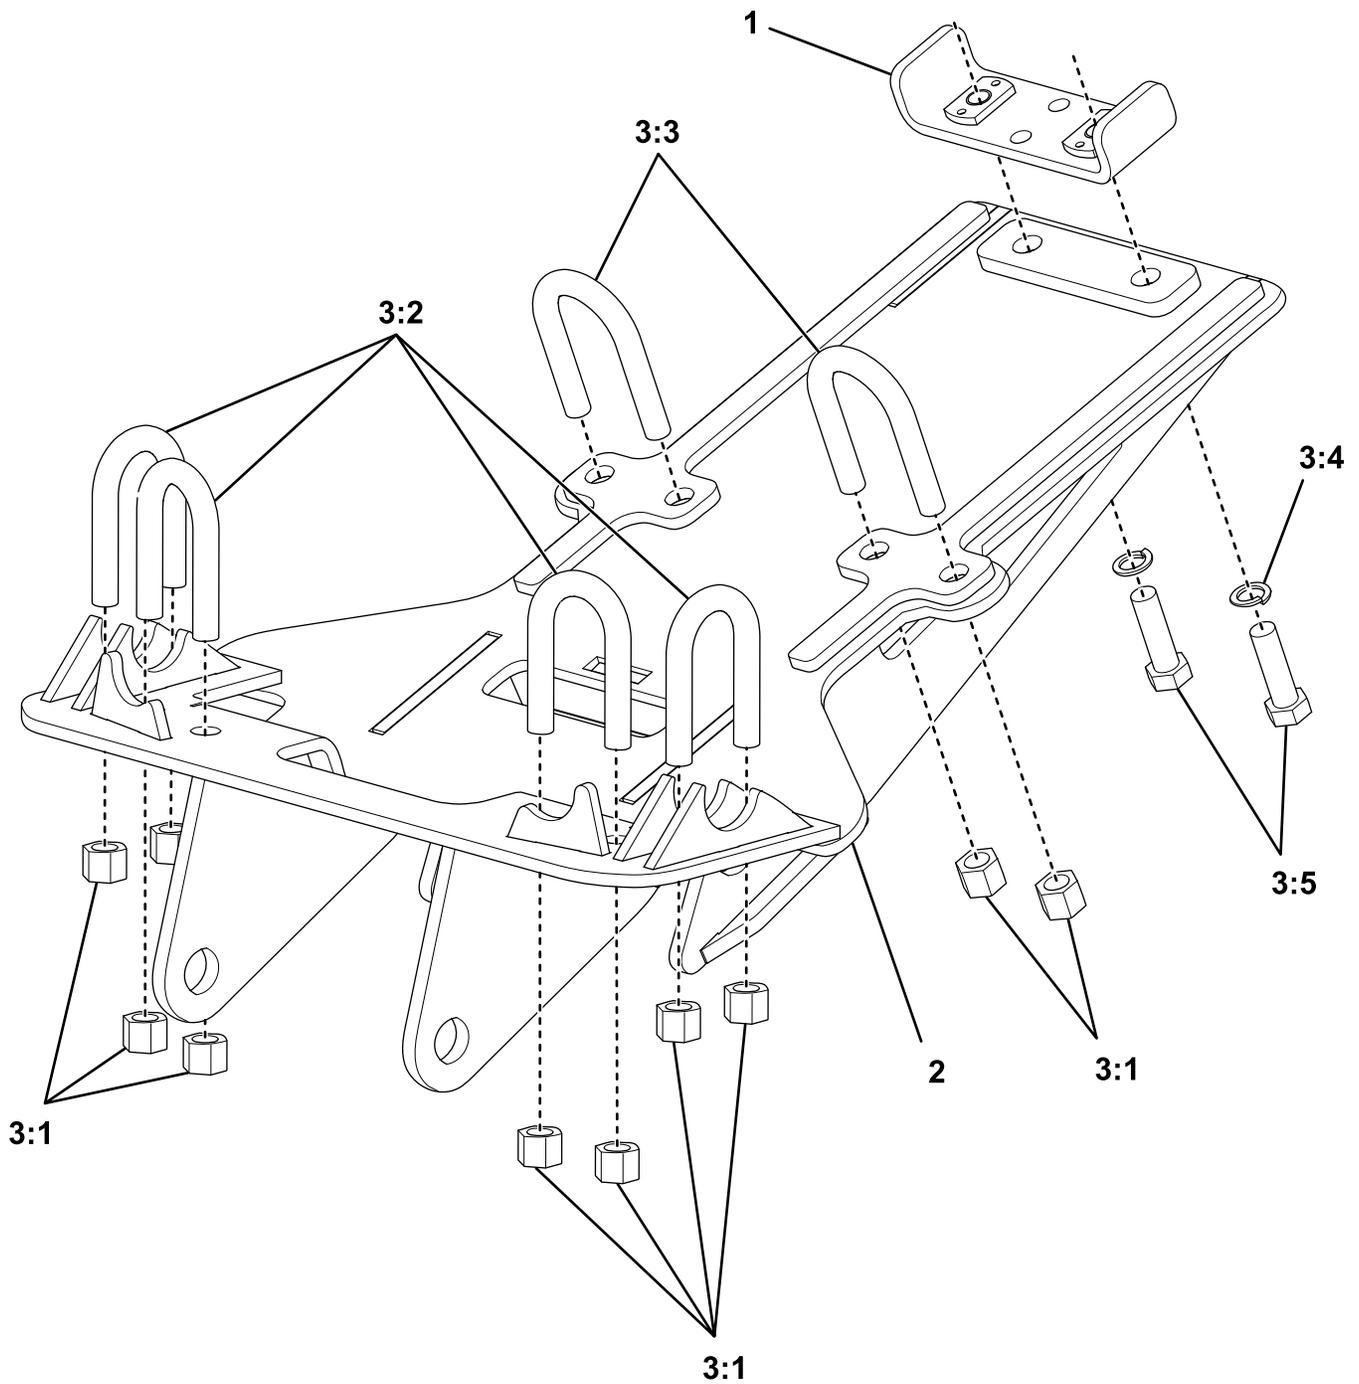

**Figura 4**
8. Alinee los orificios de montaje de la parte trasera de la placa de protección con los orificios perforados anteriormente en el bastidor del vehículo (Figura 4).
9. Sujete la placa de protección al bastidor del vehículo con 2 pernos y arandelas de bloqueo (Figura 4).